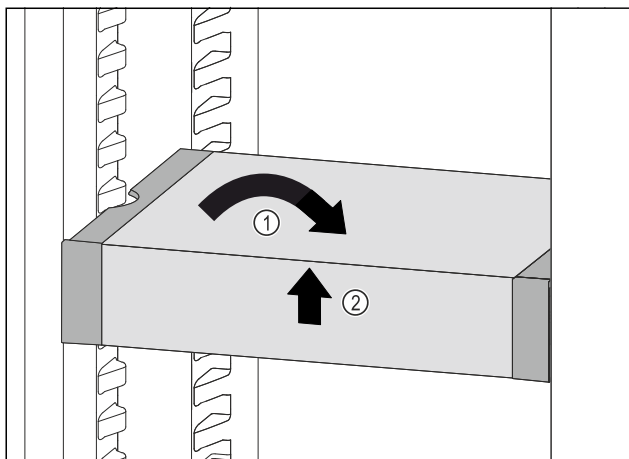

Fig. 102
- ▶ VarioSafe ustawić prosto. Fig. 102 (1)
- ▶ VarioSafe unieść z przodu. Fig. 102 (2)